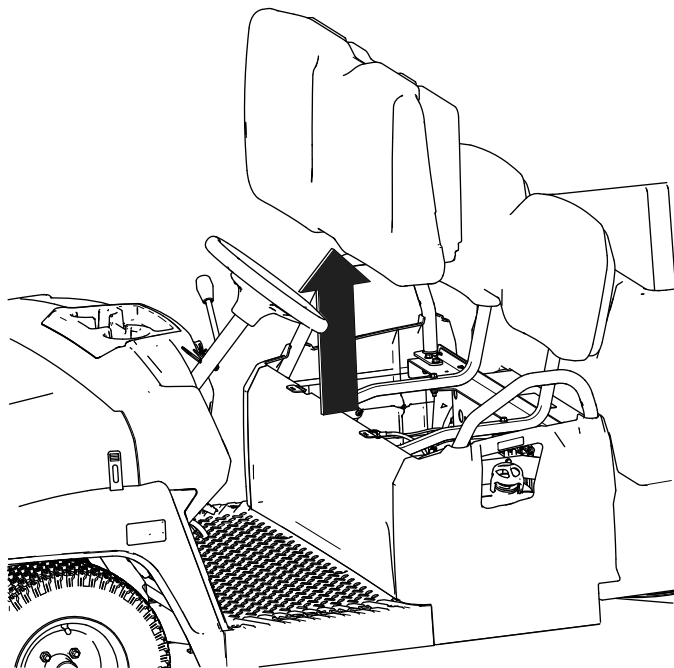

図 32
2. ブラケットから外れるようにクッションを上方に持ち上げる(図 32)。